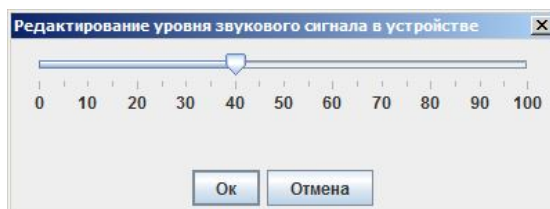

Рисунок 15 - Окно «Редактирование уровня звукового сигнала в устройстве»
4.7.1.11 Параметр «Уровень звукового сигнала в устройстве, %» - относительный коэффициент уровня или высоты звука – в зависимости от реализации этой опции в СИ. Корректировка уровня звукового сигнала осуществляется в окне «Редактирование уровня звука в устройстве» (Рисунок 15). Корректировка уровня звука производится перетаскиванием указателя при помощи мышки. Установленному значению уровня соответствует условное число (в диапазоне от 0 до 100). Выбранное значение записывается в память СИ после клика на кнопке «Ок».